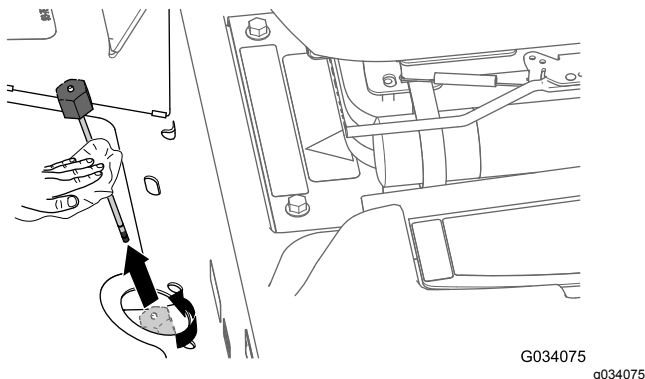

Figura 78
2. Desaperte a tampa da vareta (**Figura 78**), remova a vareta do tubo de enchimento e limpe-a com um pano limpo.